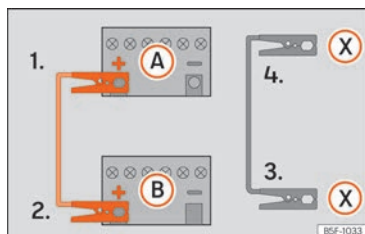

Fig. 44 Schéma de branchement pour les véhicules équipés du système Start-Stop.
- 4b. Sur les véhicules avec système Start-Stop : raccordez une extrémité du câble d'urgence noir (X) à une borne de mise à la terre appropriée, à une pièce métallique massive vissée au bloc-moteur, ou au bloc-moteur lui-même » » fig. 44.
5. Branchez l'autre extrémité du câble de démarrage noir (X), dans le véhicule avec la batterie déchargée à une pièce en métal massif vissée au carter-moteur ou directement au carter-moteur mais le plus loin possible de la batterie (A).